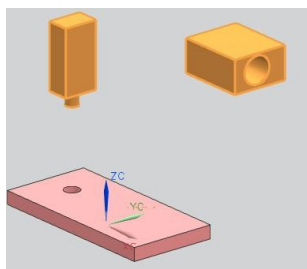
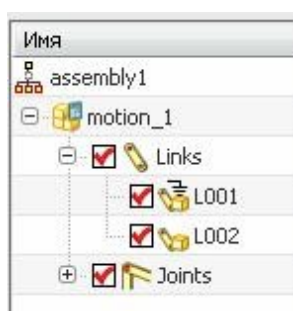

рис.85
рис.86
- А потом, **сразу указать два тела** (зеленое и желтое) как одно подвижное тело (рис.85).
- В результате в *Навигаторе перемещений*, в разделе *Links* под именем **L002** (рис.86) система будет иметь в виду сразу два тела: зеленое и желтое (рис.85).